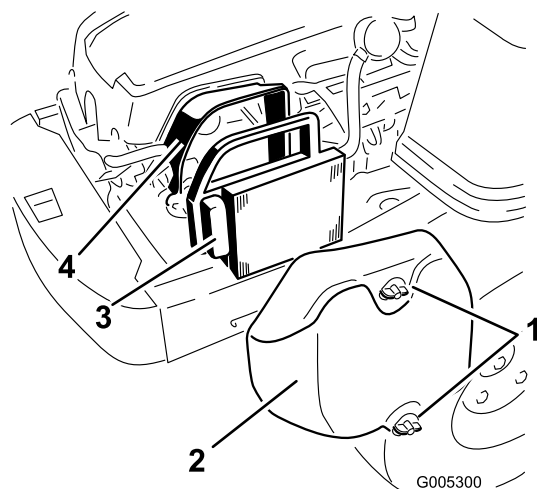

Figura 22
1. Togliete il coperchio del filtro dell'aria (Figura 22).
2. Rimuovete l'elemento del filtro dell'aria con la tenuta in gomma integrale (Figura 22).
5. Installate l'elemento del filtro dell'aria con il lato piegheggiato rivolto verso l'esterno e appoggiate la tenuta in gomma sui bordi della base del filtro dell'aria (Figura 22).
6. Rimontate il coperchio del filtro dell'aria e fissateli con le due manopole (Figura 22).